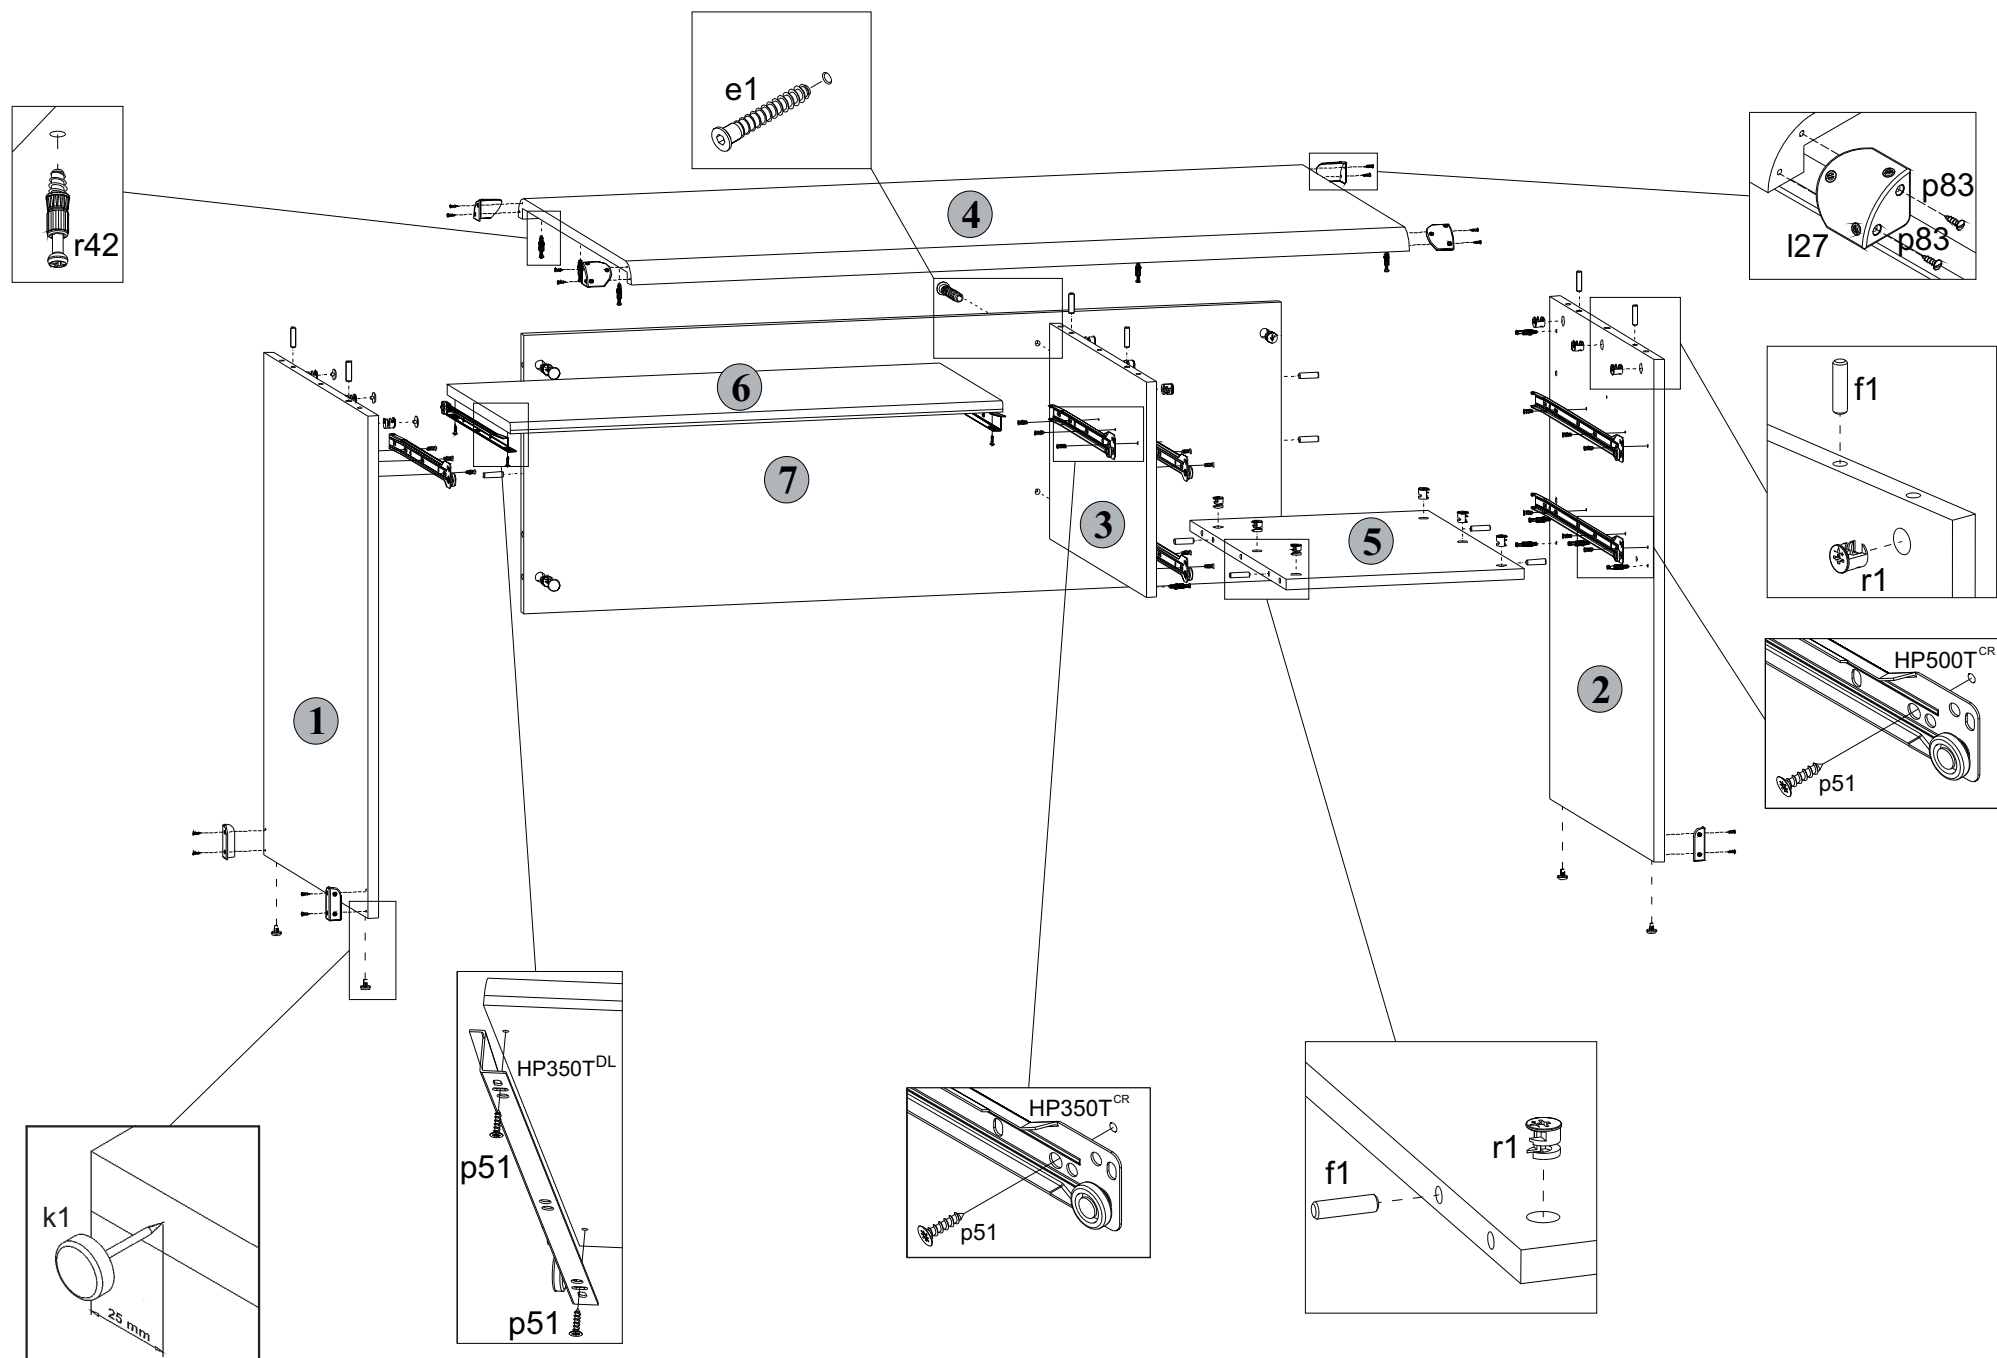

Рис. 2
5.6 На правой поверхности стенки боковой **1**, на правой поверхности стенки средней **3**, на левой поверхности стенки боковой **2**, на верхней поверхности полки соединительной **5** и на передней поверхности щита **7** в отверстия диаметром **15 мм** вставить стяжки эксцентриковые **г1** (**см.рис. 2**).
5.10 К щиту **7** присоединить детали **2** и **3**. Стянуть детали **2** и **7** стяжками эксцентриковыми **г1**, пользуясь специальным ключом **z1** из комплекта фурнитуры. Стянуть детали **3** и **7** конфирматами **е1**, пользуясь специальным ключом **z1** из комплекта фурнитуры. Закрыть головки конфирматов заглушками **s1** (**см.рис. 2**).
5.12 К стенкам боковым **1** и **2**, а также к стенке средней **3** присоединить щит верхний **4** и затянуть стяжки эксцентриковые **г1**, пользуясь специальным ключом **z1** из комплекта фурнитуры. Видимые стяжки эксцентриковые закрыть заглушками **s2** (**см.рис. 2**).
5.23 К полке выкатной **6** шурупами **р51** закрепить направляющие **HP350T^{DL}** и **HP350T^{DR}**, как показано на **рис. 2**.
5.2 В отверстия диаметром 8 мм на верхних краях стенок боковых 1 и 2, на верхней кромке стенки средней 3, на боковых краях щита 7, на боковых краях полки соединительной 5 вбить деревянные шканты f1 (см.рис. 2).
5.5 В отверстия диаметром 5 мм на нижней поверхности щита верхнего 4, на правой поверхности стенки средней 3 у нижней кромки и на левой поверхности стенки боковой 2 вкрутить винты стяжки r42, пользуясь крестообразной отверткой (см.рис. 2).